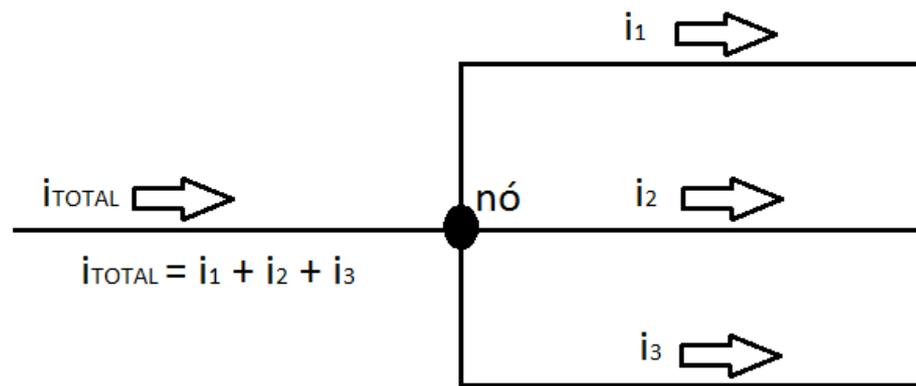

Figura 3 - Continuidade da corrente elétrica - imagem própria
- Continuidade da corrente elétrica em um condutor ligado aos terminais de uma fonte geradora de eletricidade. Reforçando que se no caminho de condução os portadores de cargas se depararem com uma derivação (bifurcação no sistema condutor), também chamada de nó, a corrente elétrica total de entrada no nó será igual à soma das correntes elétricas que seguirão pelos caminhos criados, conforme representado na figura 3. Pode-se chamar esta propriedade de continuidade da corrente elétrica ou Lei dos Nós de Kirchhoff para circuitos elétricos.